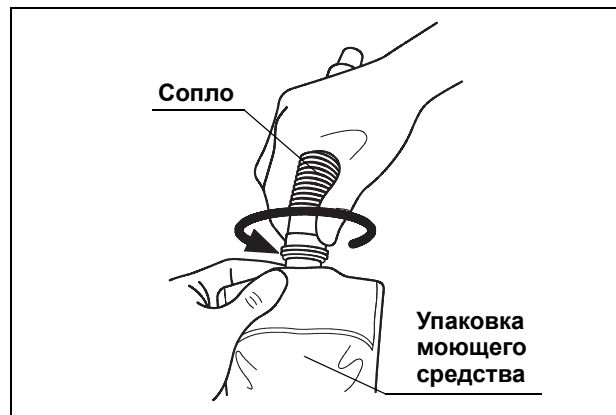

Рис. 3.7
5. Снимите колпачок с упаковки EndoRapid 980 мл (моющее средство, указанное Olympus) и присоедините предоставленное сопло, повернув его до упора в направлении, указанном на Рис. 3.7.